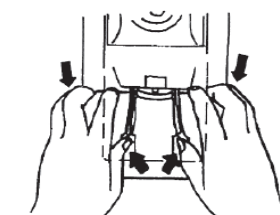

図8
- ※ 1) リザーバを引っ張って、外してください(図8)。
- 1) 使用後、リザーバを外し、洗浄(図8)。止めづめを親指で外し、同時に人差指でリザーバを引っ張ってください。
- 3) ベースプレート、カバー、リザーバを取付けてください(図8,9,10)。